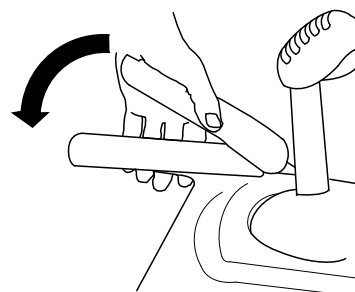

Figura 15
1. Pentru a cupla unitatea de tracțiune, apăsați maneta din stânga (maneta de tracțiune) către mâner (Figura 15).